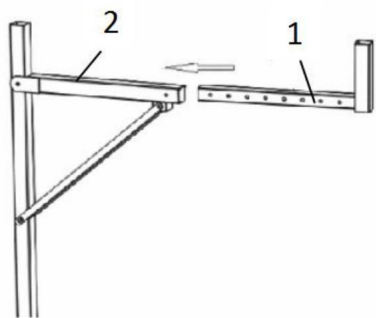

figure 4
- B. Faites glisser la barre transversale étendue (1) dans l'extrémité de la barre transversale (2) et fixez-la en place avec le boulon (4), la rondelle (5) et le contre-écrou (6) à la position appropriée, la longueur de la barre transversale étendue (1) peut être réglable. Montrez comme figure 4.